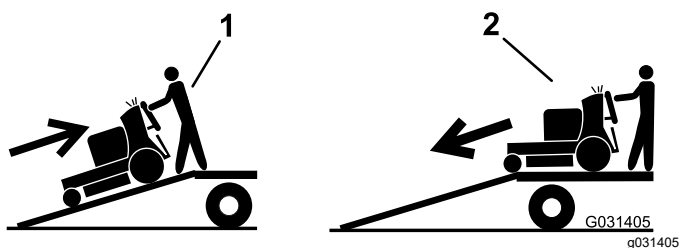

Bild 26
5. Fahren Sie die Maschine rückwärts die Rampe hoch (Bild 26).